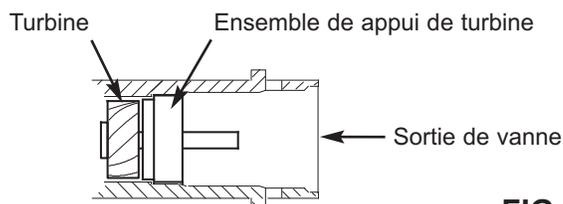

FIG. 7
- Assurez-vous que la turbine et le appui sont en place dans la sortie de la vanne, tel qu'illustré par la Figure 7.